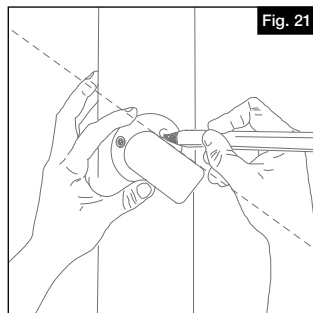

Fig. 21
- Aligner le retour de poteau sur la ligne indiquant l'emplacement prévu de la main courante, puis faire une marque pour indiquer l'emplacement des trous de fixation (Fig. 21).